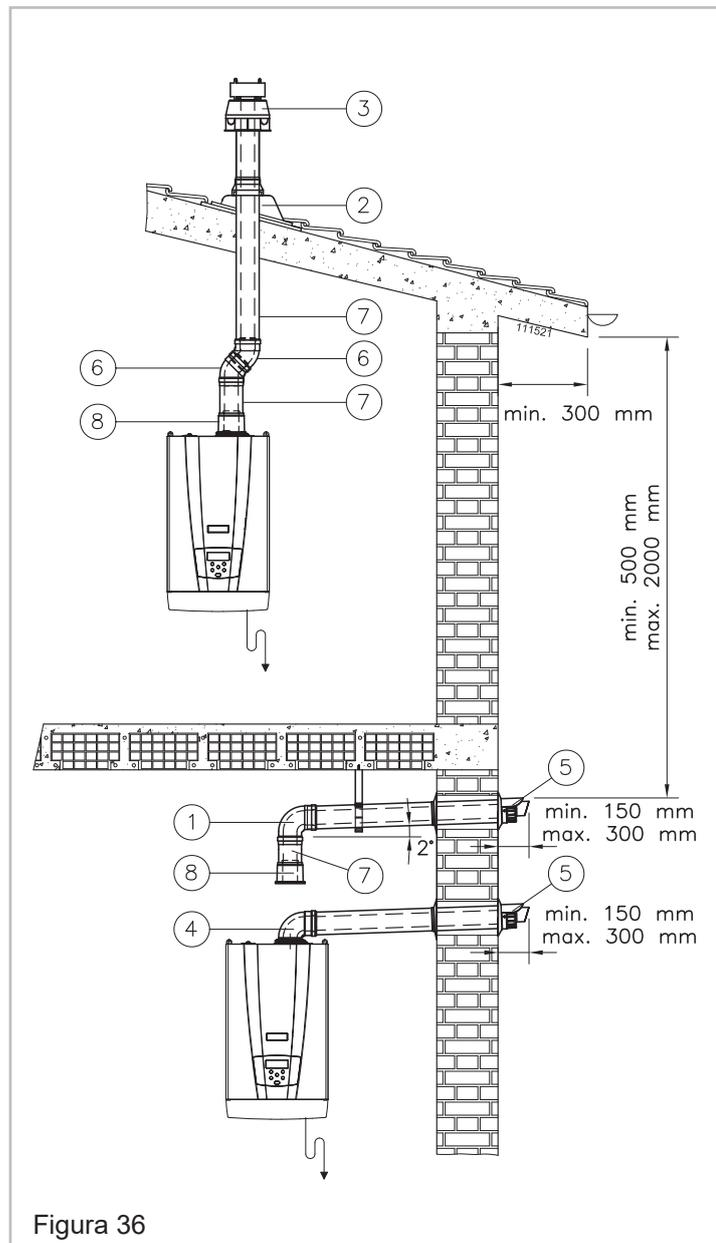

Figura 36
**⚠ ATTENZIONE!!! Una volta eseguite queste operazioni verificare che il terminale di scarico/aspirazione sia esposto all'esterno con le tolleranze date in Figura 36.**
Quando si esegue uno scarico coassiale (Figura 36), sia verticale sia orizzontale, è indispensabile pendere il condotto di scarico verso l'alto in modo da fare defluire la condensa all'interno dell'apparecchio.